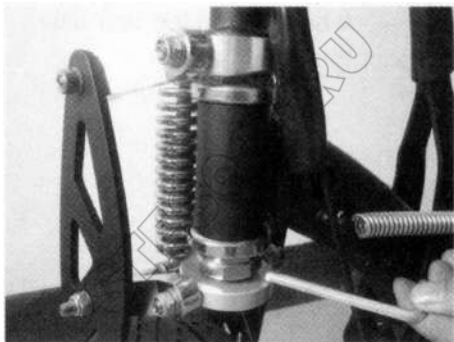

РИС.18
1. Поверните руль вправо до упора и найдите ГОЛОВНОЙ УЗЕЛ (РИС.18).